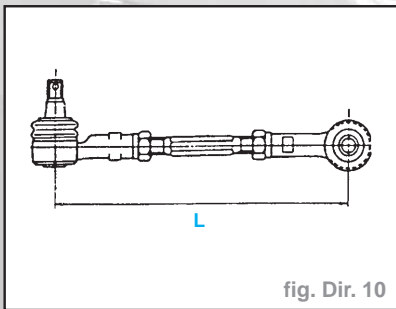

fig. Dir. 10
- La position de marche en ligne droite est atteinte lorsque les barres d'accouplement gauche et droite correspondent à la cote "L" et que le pincement est correctement réglé (fig. Dir. 10).